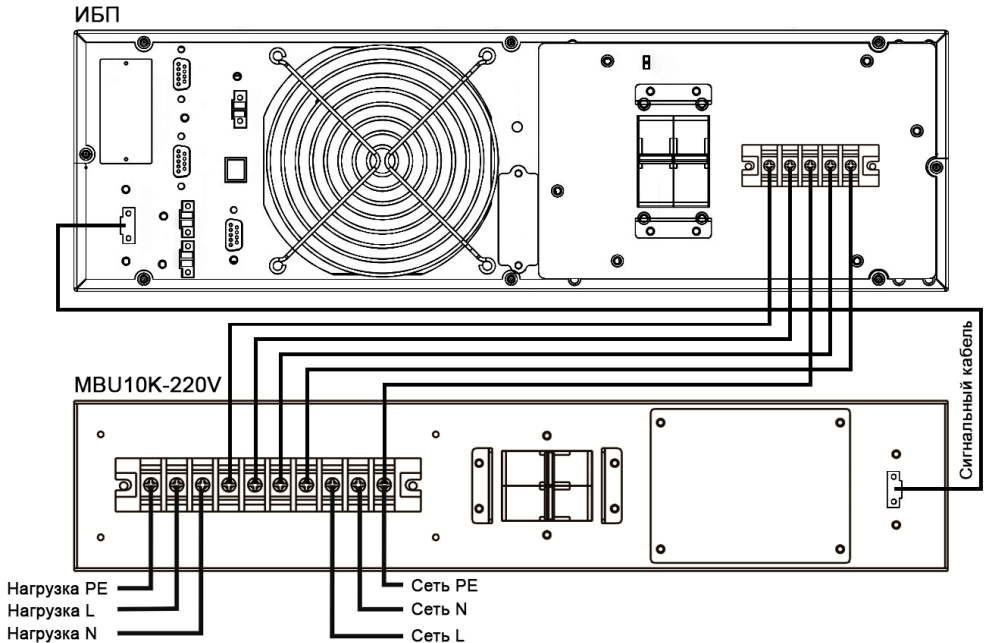

Рисунок 4 – Подключение модуля MBS 1/1 6-10К
**7.1.5** Подключение сети переменного тока, ИБП и нагрузки к модулю следует производить в следующей последовательности (рисунок 4):